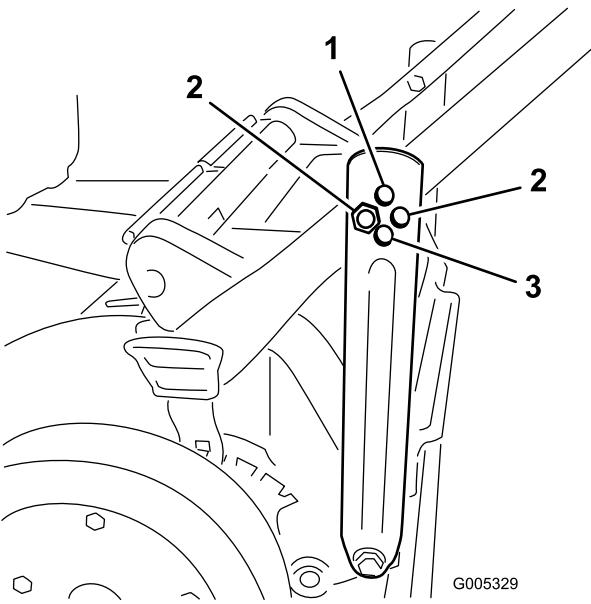

Figure 4
- Insérez le boulon dans le trou de chaque support de sorte à régler le guidon à la position voulue, puis serrez-le (Figure 4).